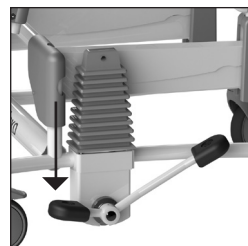

Figure 15 Réglage vers le bas.
- Le siège peut être abaissé en enfonçant du pied le côté court du pédalier (Cf. figure 15).